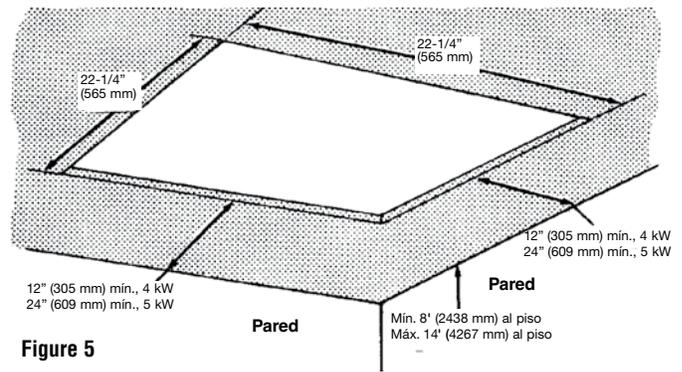

Figura 5
2. Corte un agujero de montaje de 22-1/4" x 22-1/4" (565 mm x 565 mm) en el cielorraso para la caja de montaje empotrado (Figura 5).